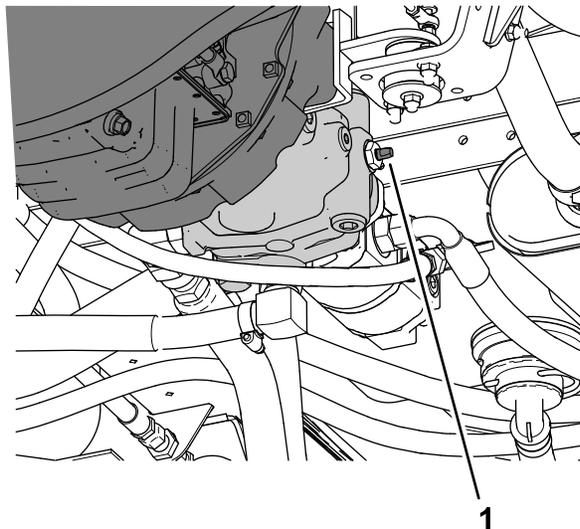

Рисунок 55
3. Поверните буксировочный клапан (Рисунок 55) на 90 градусов в любом направлении, чтобы открыть его.